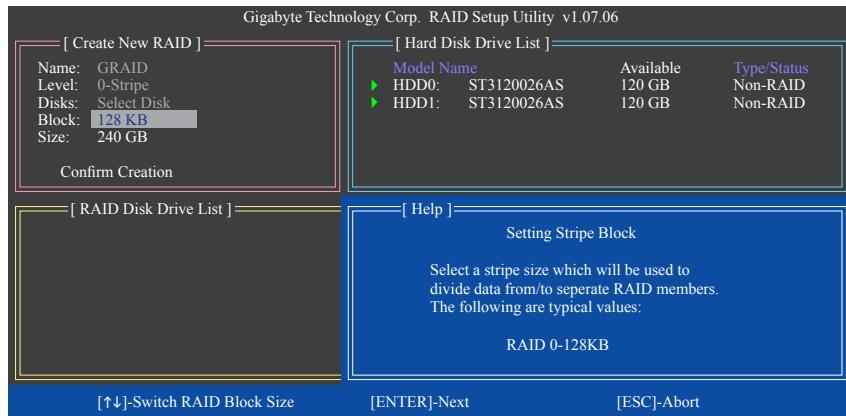

图6
4. 设定磁盘区块大小(Block)：若选择制作RAID 0，需指定磁盘区块大小。使用↑或↓键选择需要的磁盘区块大小(图6)，可调范围是从4 KB至128 KB。完成后按键。